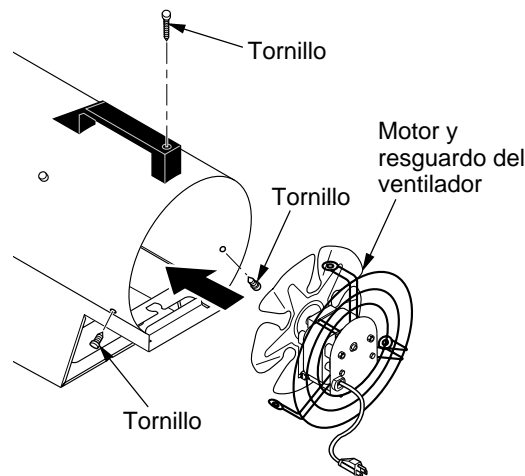

Figura 12 - Reemplazo del motor y el resguardo del ventilador en el calentador
11. Ponga el motor y el resguardo del ventilador en la parte posterior de la cubierta del calentador. Asegúrese de que el cordón eléctrico esté situado correctamente (consulte la figura 12).
12. Inserte tres tornillos a través de la cubierta del calentador hacia adentro del resguardo del ventilador (consulte la figura 12). Apriete firmemente los tornillos.
8. Ponga el motor y el resguardo del ventilador en la parte posterior de la cubierta del calentador. Asegúrese de que el cordón eléctrico esté situado correctamente (consulte la figura 12).